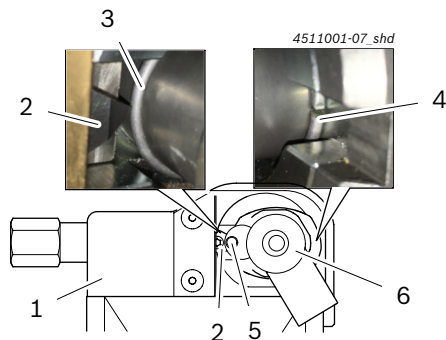

Fig. 8: Vedrurõnga õige asend
4. Keerake vedrurõnga ava (Fig. 8, nr 4) suurima seinapaksuse vastasküljele.
⇒ Vedrurõngas (Fig. 8, nr 3) on asetatud täpselt löi-
plaadi kõrgusele (Fig. 8, nr 2).